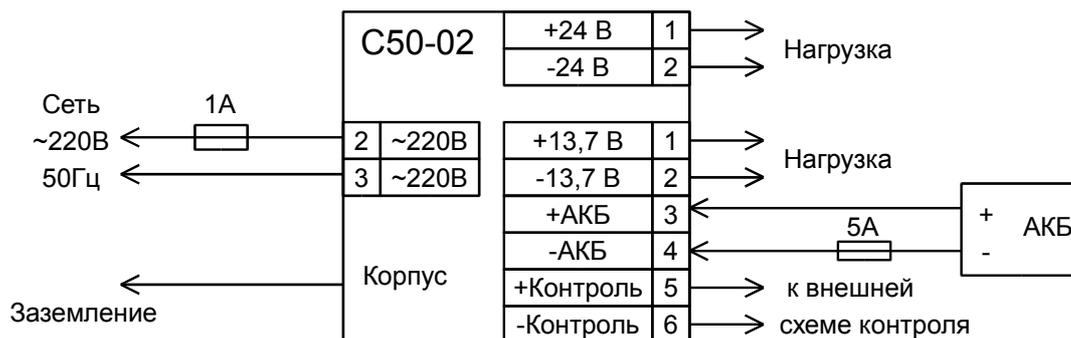

Рис.2. Схема подключения преобразователя напряжения С50-02.
4.1. Схема включения преобразователя напряжения С50-02 представлена на рис.2.